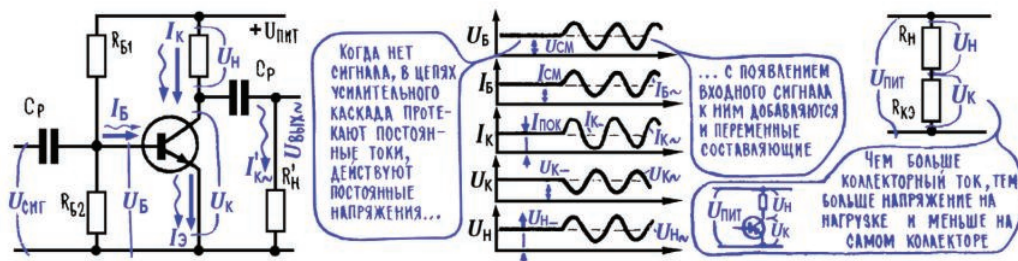

Рис. 10.4. Включение транзистора для усиления переменного сигнала
Точно подобрав величину начального смещения, можно попробовать установить такой режим транзистора, при котором, по крайней мере, не будут «отрезаться» куски сигнала и не будет связанных с этим огромных нелинейных искажений. Однако же неизбежной платой за неискаженный сигнал станет некоторый напрасный расход энергии батареи, в частности начальный ток смещения  $I_{\text{см}}$ , а вместе с ним постоянный ток в коллекторной цепи – ток покоя  $I_{\text{пок}}$  – будут потреблять энергию даже в том случае, когда сигнала нет («молчание перед микрофоном»; рис. 10.4).
**7. Меняющийся коллекторный ток создает на нагрузке меняющееся напряжение.** Коллекторный ток, по сути дела, есть сумма переменной составляющей  $I_{\text{к~}}$  и постоянной  $I_{\text{к}}$ , которая при отсутствии сигнала равна току покоя  $I_{\text{пок}}$  (рис. 10.4). Ток покоя появился в коллекторной цепи под действием постоянного смещения на базе  $U_{\text{см}}$ , а переменная составляющая – под действием орудующего на базе сигнала  $U_{\text{сиг}}$ . В случае необходимости переменную составляющую коллекторного тока, точнее часть ее, можно отделить, ответить в сторону с помощью простейшего RC-фильтра (гл. 6; 17) и получить таким образом усиленный сигнал  $U_{\text{вых}}$  в чистом виде.